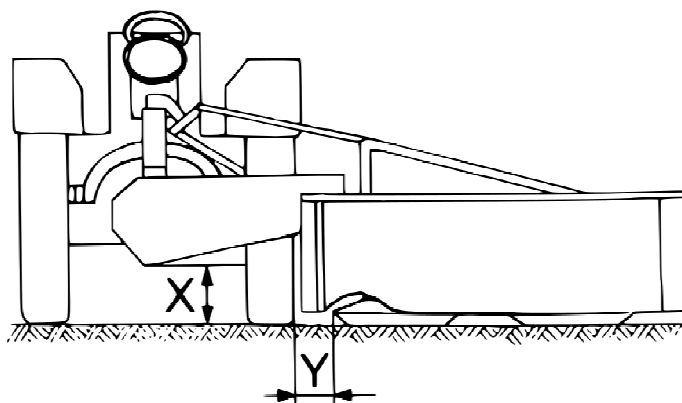

Рис. 15. Установка косилки относительно трактора
- В зависимости от типа трактора, необходимо подобрать такой размер **Y** (Рис. 15), который позволил бы максимально использовать всю ширину поверхности кошения косилки,